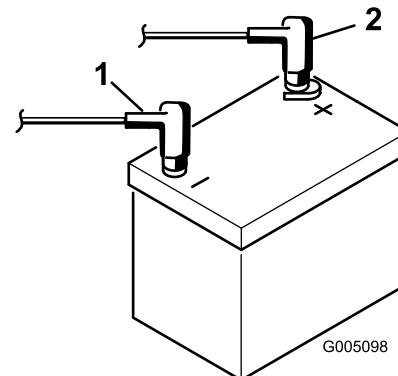

Figura 45
1. Desconecte el cable negativo (negro) y luego el cable positivo (rojo) de la batería (Figura 45).
6. Conecte el cable positivo (rojo) al borne positivo (+) y luego el cable negativo (negro) al borne negativo (-) de la batería (Figura 45), y sujetelos usando los pernos y las tuercas que se retiraron anteriormente. Deslice la cubierta de goma sobre el terminal positivo para evitar posibles cortocircuitos eléctricos.